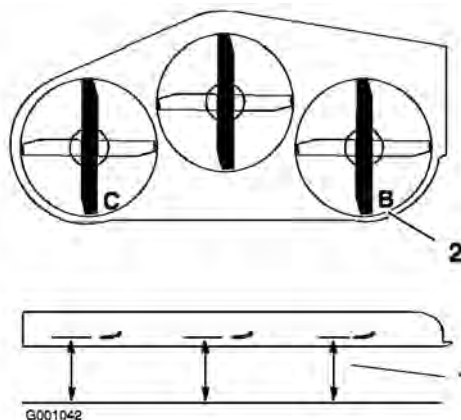

Figure 65
1. Tournez la lame **droite** dans le sens longitudinal (Figure 65).
2. Mesurez la distance au point **B** entre la surface plane et le tranchant de la pointe de la lame droite (Figure 65).
4. Tournez la lame gauche dans le sens longitudinal (Figure 65).
5. Mesurez la distance au point **C** entre la surface plane et le tranchant de la pointe de la lame gauche (Figure 65).